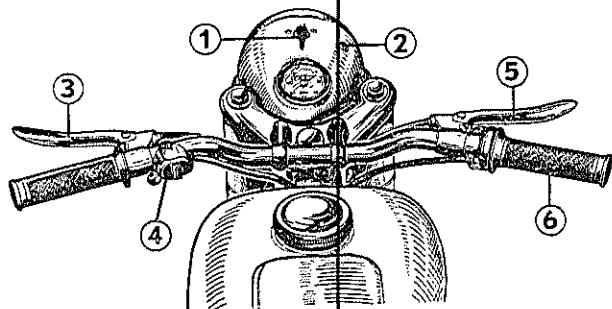

Fig. 2
1. De **contactsleutel**, geplaatst op de koplamp, werkt op de contacten voor de stroom voor de ontsteking en voor de verlichting (naar links of naar rechts draaien) (Fig. 2, n° 1).
2. De **controlelamp**, op de rechterzijde van de koplamp, gaat branden, zodra het contact wordt aangezet en gaat uit, zodra de dynamo normaal stroom levert (Fig. 2, n° 2).
- a) **handgreep koppeling** (Fig. 2, n° 3);
- b) **dimmer**, geplaatst naast de **klaxonknop** (Fig. 2, n° 4).
- c) **handgreep voor de voorrem** (Fig. 2, n° 5);
- d) het **draaiende gashandiel** voor regeling van de motor (Fig. 2, n° 6).